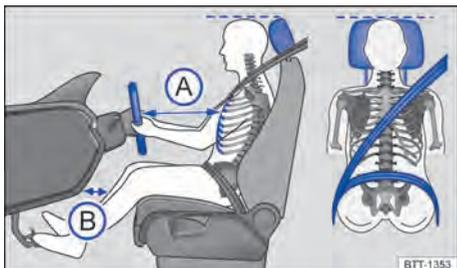

Fig. 49 Distância correta do condutor em relação ao volante, posição correta do cadarço do cinto de segurança e ajuste correto do apoio para cabeça.
- Ajustar o apoio para cabeça de modo que a sua borda superior se encontre preferencialmente na mesma linha da parte superior da cabeça – porém não abaixo da altura dos olhos. Posicionar a parte posterior da cabeça o mais perto possível do apoio para cabeça → Fig. 49.
- Ajustar o volante de modo que a distância entre o volante e o tórax tenha no mínimo 25 cm → Fig. 49 (A) e que o condutor possa segurar o volante pela borda externa com as duas mãos com os braços ligeiramente flexionados.
- Ajustar o banco do condutor na direção longitudinal de modo que os pedais possam ser acionados com as pernas ligeiramente arqueadas e a distância até o painel de instrumentos na área do Joelho seja de, no mínimo, 10 cm → Fig. 49 (B).